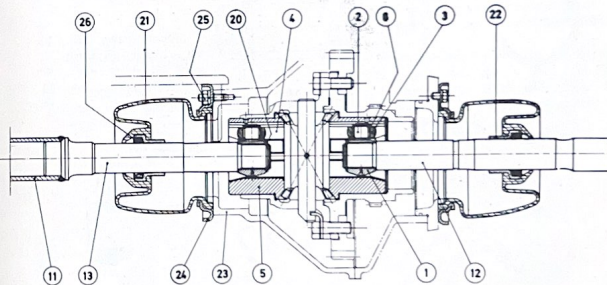
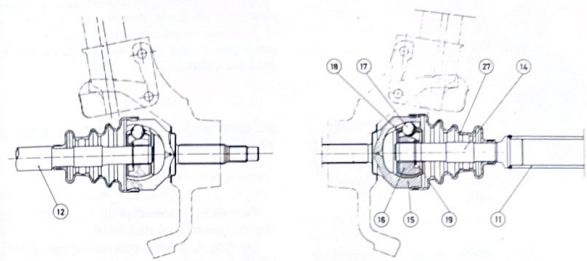
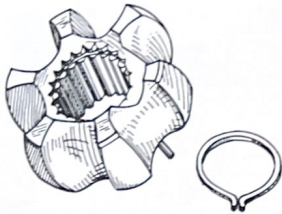
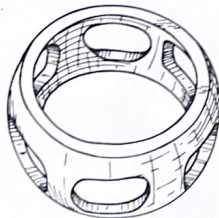

Fig. 4.1. - Sección del conjunto de la transmisión y del diferencial.
Fig. 4.3.-Sección de la transmisión, lado rueda con la junta homocinética-fija.
Fig. 4.5. - Parte inferior de la junta homocinética-fija, con las gargantas para las bolas visibles en su exterior y su arandela.
Fig. 4.6. -Jaula para las bolas, con las ventanas que controlan su posición.
Dicha junta está constituida por una pieza portadora (1. Fig. 4.1), provista de tres pernos (2) que están desplazados 120° cada uno, sobre los cuales están montados libres tres rodillos (3), de forma exterior esférica, que se alojan en las tres ranuras cilíndricas (4) practicadas en la pieza receptora (5), que es el planetario del conjunto diferencial.
Va acoplada al lado de las ruedas y está compuesta por dos partes, una exterior (15. Fig. 4.3) que es el eje de la rueda y otra interior (16) que es el núcleo de la junta y está fijada al semiárbol. El acoplamiento de ambas partes se realiza por medio de seis bolas (17).
Dichas partes van provistas de unas gargantas, que forman las pistas de las bolas, estando distribuidas regularmente alrededor del eje (Fig. 4.4. y Fig. 4.5) para recibir las bolas transmisoras del esfuerzo, las cuales se mueven a lo largo de las gargantas en los movimientos de articulación hasta un ángulo de 40°, aproximadamente.
Las bolas quedan retenidas en forma más conveniente por medio de una jaula (18. Fig. 4.3) que aloja las bolas. Dicha jaula está provista de ventanas (Fig. 4.6) que reciben las bolas y controlan su posición.
Los semiárboles que parten del diferencial y llevan el movimiento a cada una de las ruedas están contruidos: uno en forma tubular (11, Fig. 4.1) y el otro en forma de barra (12).
El tubular está terminado en sus extremos, por dos ejes soldados (13, Fig. 4.1. y 14, Fig. 4.3) que permite el acoplamiento solidario de las juntas de transmisión, la trípode y la de bolas.
La homocinética-deslizante (trípode) es solidaria al eje (13) de la extremidad del semiárbol tubular por medio del estriado del eje (13) y arandela (20) donde queda perfectamente fijada (Fig. 4.5) y la homocinética-fija es solidaria con el estriado del eje (14) y anillo de seguridad (19, Fig. 4.3).
Se ha dispuesto en cada semiárbol, lado diferencial, un capuchón de goma (Fig. 4.1) de retención de aceite de la junta homocinética trípode, convenientemente fijada al soporte del diferencial (23) por medio de la cazoleta (24) y el tornillo-tuerca (25), considerándose juntamente con el capuchón, el correspondiente casquillo (22) y el retén (26):